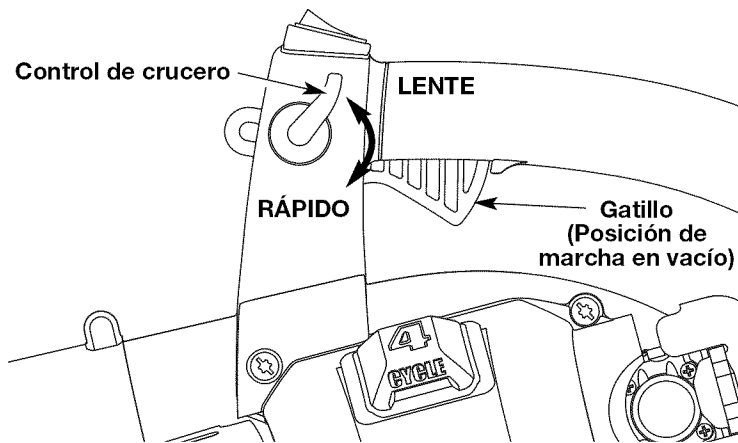
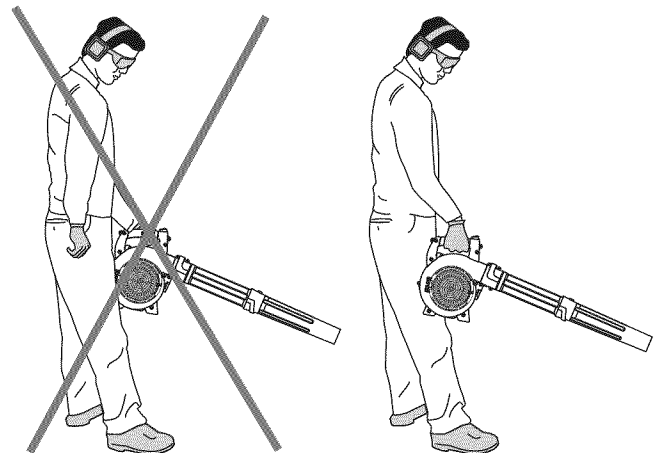

Fig. 14
Fig. 15
ADVERTENCIA: Evite los arranques accidentales. Colóquese en posición de inicio cuando tire de la cuerda de arranque (Fig. 15 o 16). El operador y la unidad deben estar en una posición estable al arrancar la unidad para evitar graves lesiones personales.
1. Una vez que el motor haya arrancado y esté caliente, oprima el gatillo para acelerar la unidad según sea necesario (Fig. 14).
2. Para períodos de funcionamiento más prolongados y para eliminar la posibilidad de fatiga en el dedo, mueva el control de crucero de velocidad variable hacia la posición RÁPIDO para aumentar poco a poco o mantener la velocidad del motor de la unidad (Fig. 14). Cuando se oprima el control de crucero de velocidad variable, el gatillo retrocederá hacia la manija.
3. Para disminuir la velocidad del motor, mueva el control de crucero de velocidad variable hacia la posición LENTO y el gatillo regresará a la posición de marcha en vacío (Fig. 14).
- **Sujete la sopladora con la mano derecha.** Cuando la unidad esté funcionando, no se pare en el lado derecho de la sopladora (Fig. 14). Si lo hace, bloqueará la entrada de aire y ello afectará el funcionamiento de la unidad. Párese, por el contrario, sobre el lado izquierdo de la unidad para aumentar al máximo la eficiencia de la unidad (Fig. 15).